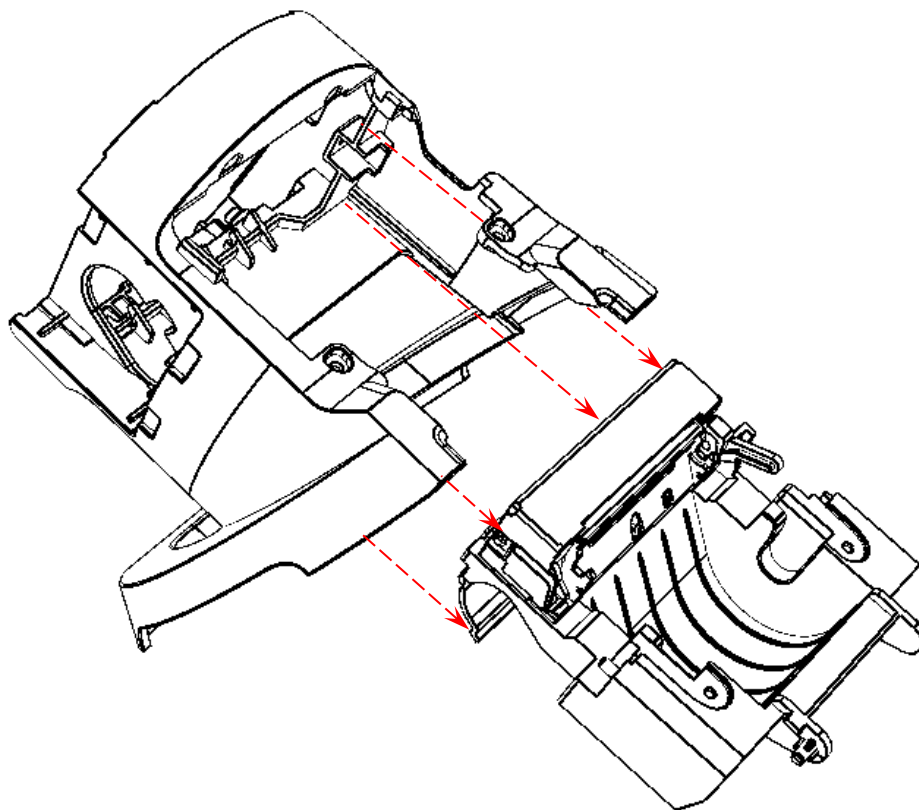

Рисунок 28. Извлечение лотка для ЧЛ с ТПМ из стойки
16. Установить лоток с ТПМ и фиксатором для АКБ во внутреннюю часть стойки (рисунок 28), при установке необходимо контролировать расположение отверстий для винтов на стойки и на лотке – отверстия должны совпадать.